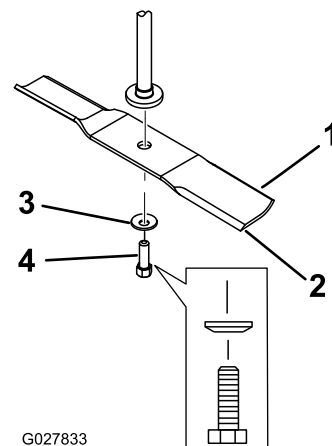

Bild 61
2. Entfernen Sie die Messerschraube, Wellenscheibe und das Messer von der Spindelwelle (Bild 61).
1. Setzen Sie das Messer auf die Spindelwelle (Bild 61).
2. Setzen Sie die Wellenscheibe (Kappenseite zum Messer) und die Messerschraube ein (Bild 61).